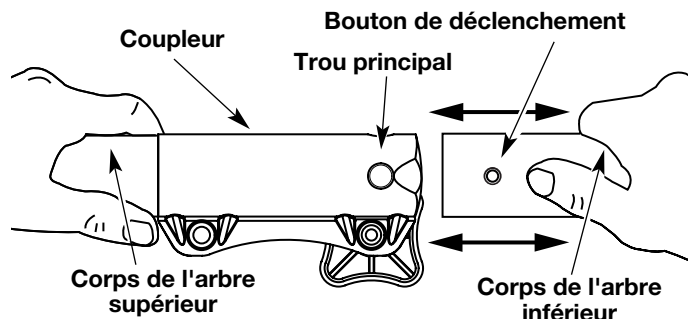

Fig. 2
3. En tenant fermement le logement de l'arbre supérieur, retirez l'accessoire du coupleur (Fig. 2).
3. Tenez fermement l'accessoire et enfoncez-le tout droit dans le coupleur (Fig. 2).